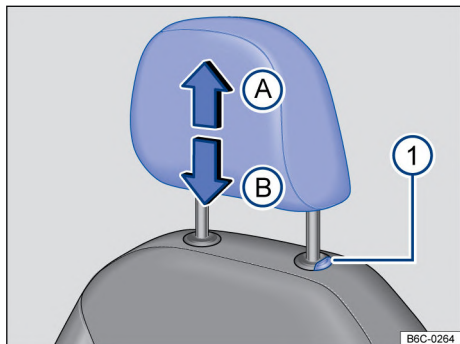

Fig. 68 Apoyacabezas: ajuste, montaje y desmontaje.
- Mover el apoyacabezas hacia arriba (A) o hacia abajo (B) en la dirección de la flecha con la tecla → fig. 68 ❶ presionada → ⚠️ en *Introducción al tema* de la pág. 83.
- Retirar el apoyacabezas con la tecla → fig. 68 ❶ presionada en la dirección de la flecha (A).
- Mover el apoyacabezas hacia abajo en el sentido de la flecha (B) con la tecla → fig. 68 ❶ presionada.
- Empuje el apoyacabezas hacia abajo con la tecla en la dirección de la flecha (B) → fig. 68 ❶ presionada.